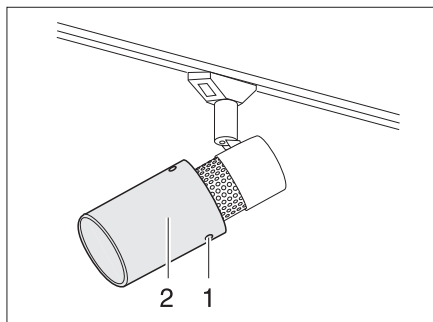

Bild 166 Halogenspotleuchte (verschiebbar)
- Befestigungsschrauben (Bild 166,1) lösen.
- Lampenkelch (Bild 166,2) vorsichtig von der Halterung abziehen.